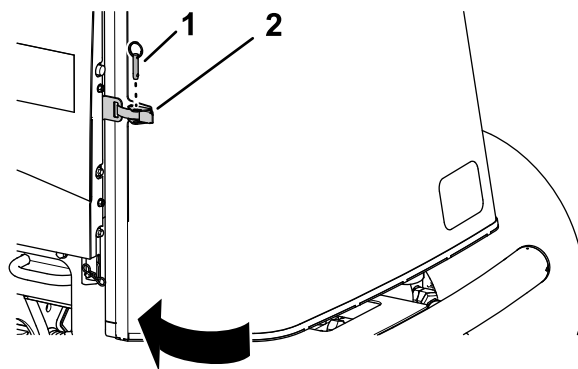

Рисунок 61
1. Закройте и зафиксируйте защелкой решетку (Рисунок 61).